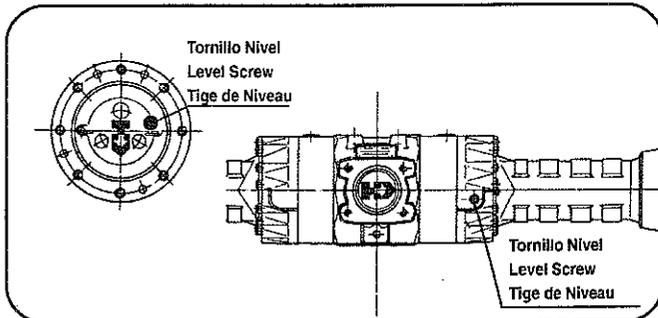

Fig. 10
- Soltar el tornillo nivel del diferencial (Fig. 10) y comprobar si el aceite rebulla por el agujero. En caso contrario reponer hasta que alcance el nivel del agujero.
- Girar la rueda a la posición de la Fig. 10 y soltar el tornillo nivel. Operar la máquina en el punto anterior.